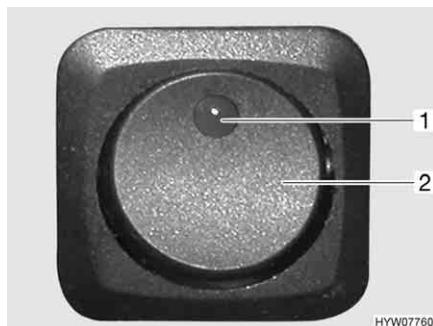

Fig. 14 Interruttore per luce con regolazione in curva/luce fendinebbia
- Premere l'interruttore (Fig. 14,2). La spia verde di controllo (Fig. 14,1) nell'interruttore indica il funzionamento.